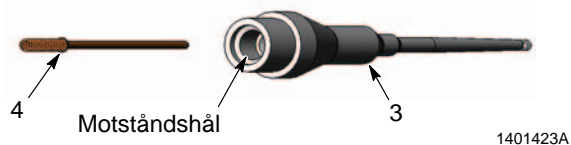

Bild 6 Urtagning av motståndet ur hållaren
6. Se bild 6. Tag ut motståndet (4) ur motståndshållaren (3). Rengör motståndshållaren.
2. Se bild 6. Tryck i ungefär 0,6 kubikcentimeter dielektriskt tåligt fett i motståndshålet.